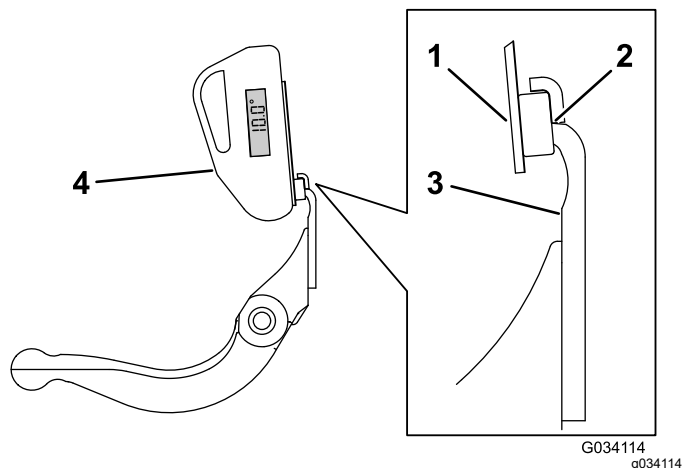

Figura 31
3. Coloque a montagem do indicador de ângulo na extremidade da lâmina de corte para que a extremidade do íman fique alinhada com a extremidade da lâmina de corte (Figura 31).
4. Coloque o indicador de ângulo na montagem, como se mostra na Figura 31.